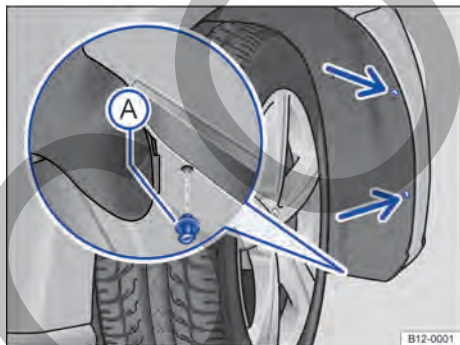

Fig. 104 En el pasarrueda delantero derecho: retirar los tornillos de fijación (flechas) y desmontar el remache de expansión (A).
2. Retirar los tornillos de fijación del guardabarros → fig. 104 (flechas) con la ayuda de un destornillador.
3. Desmontar el remache de expansión delantero inferior del guardabarros → fig. 104 (A) y retirarlo totalmente.
14. Volver a colocar el remache de expansión en el guardabarros y en la aleta y presionar hacia adentro → fig. 104 (A).
15. Volver a colocar los tornillos de fijación → fig. 104 (flechas) y ajustarlos.